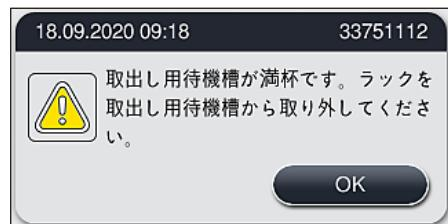

図 88
- 遅くとも、アンロードステーションが満杯になったことを知らせる警告メッセージが表示されたときは、取り出し用待機槽を開き、ラックを取り出す必要があります（→「図 88」）。警告メッセージに従わなかつた場合、その後はラックをアンロードステーションに移すことができなくなります。ステップ時間が守られず、染色プロセスが延びるため、染色結果が変化し、最終的には無効になる可能性があります。